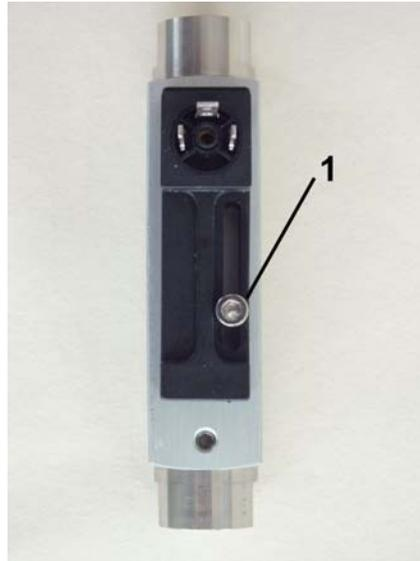

Abb. 31: Feststellschraube lösen
- Die Feststellschraube des Schaltkontaktes (Abb. 31/1) mit einem Sechskant-Schraubendreher lösen.
6. ➤ Feststellschrauben des Schaltkontaktes (Abb. 31/1) mit einem Sechskant-Schraubendreher wieder anziehen. Dabei Schrauben-Anziehdrehmoment beachten.